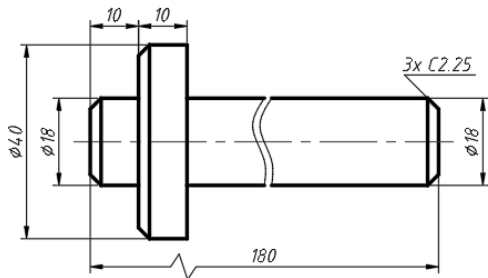

图 8-83 完成折弯线性标注
- 4 在“指定折弯位置(或按〈Enter〉键):”提示下按〈Enter〉键,则在标注文字与第一条尺寸界线之间的中点处放置折弯,如图 8-83 所示,或者在基于标注文字位置的尺寸线的中点处放置折弯。当然用户也可以自行指定折弯位置。